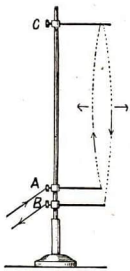

Abb. 364
**Nachweis** mit zwei stromdurchflossenen Lamettafäden gemäß Abb. 364.